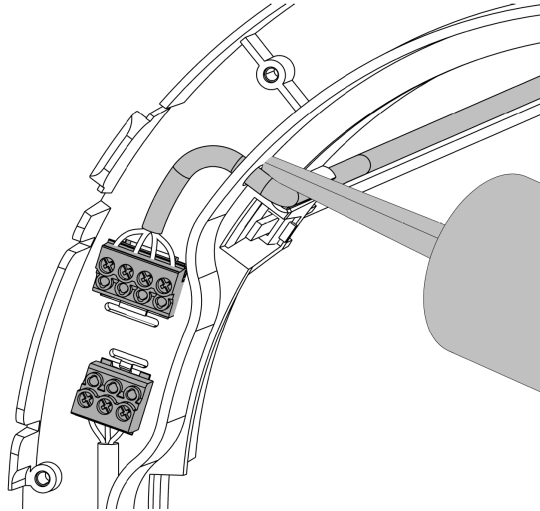

Abbildung 28 - Kabelloch abdichten
3. Das Kabelloch **sorgfältig** mit Dichtungsmasse abdichten, um eine Undichtigkeit im AM 50 zu vermeiden, siehe Abbildung 28.